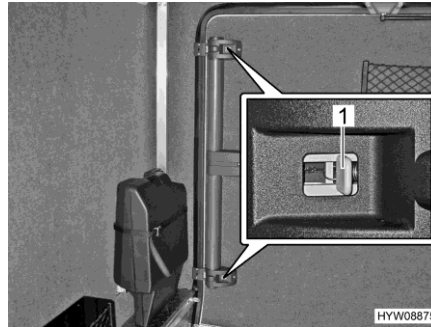

Fig. 58 Porte du garage (dispositif de déverrouillage de secours de l'intérieur)
- Pousser le verrou gris (Fig. 58,1) en direction du milieu de porte sur les serrures inférieure et supérieure.